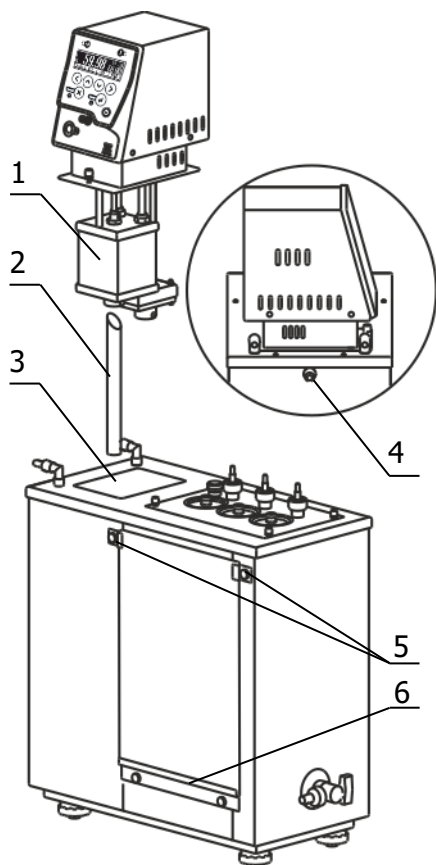

Рисунок 3 — Установка блока регулирования
2.2.3 Вставить выходную трубку 2 (рисунок 3) косым срезом до упора в резервуар 1 блока регулирования и зафиксировать ее винтом.
2.2.5 К переливному штуцеру 4 (рисунок 3) присоединить гибкий шланг, второй конец которого опустить в емкость для сбора излишков теплоносителя объемом 1.5–2 литра.
2.2.6 Защитное стекло 8 (рисунок 1), из комплекта поставки термостатов модели ВИС-Т-09, установить в паз нижней прижимной планки 6 (рисунок 3). Ослабить винтовые фиксаторы 5 верхних прижимных планок, отрегулировать положение стекла и затянуть винтовые фиксаторы.
2.2.7 Заполнить ванну термостата теплоносителем через одно из отверстий рабочих мест до момента начала слива теплоносителя из штуцера 4 (рисунок 3). Температурный диапазон применения теплоносителя должен соответствовать значениям, указанным в 1.2.6.
2.2.8 Включить блок регулирования в соответствии с документом ТКЛШ 3.222.009-21 РЭ «Блок регулирования температуры погружной циркуляционный МОЗМ серии МАСТЕР». При работе циркуляционного насоса теплоноситель переливается из рабочей ванны в дополнительную и его уровень в дополнительной ванне понижается. Доливать теплоноситель следует до тех пор, пока он не начнет переливаться через штуцер 4 (рисунок 3).
Причина отсутствия перелива — неправильная работа насоса, вызванная воздушной пробкой, образовавшейся в резервуаре 1 (рисунок 3). Для ее устранения необходимо: